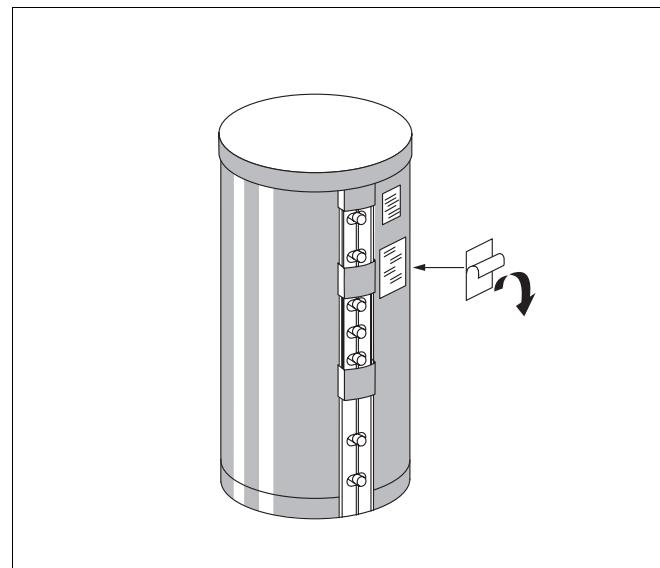

Рис. 9 Крепление фирменной таблички
- Снять с обратной стороны фирменной таблички защитную пленку и наклеить ее под уже существующей фирмой табличкой меньшего размера (рис. 9).